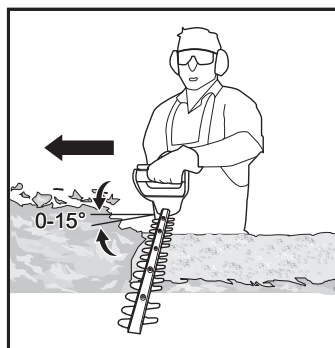

Fig. 8
7. După tăierea părților laterale, continuă cu vârful. Încearcă să ții dispozitivul de tăiere înclinat la aproximativ  $15^\circ$  față de suprafața de tăiere (Fig. 8).